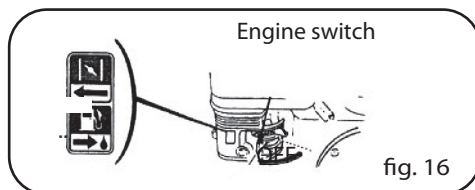

fig. 16
2. Colocar o interruptor de combustível na posição "OFF" (Fig. 16).